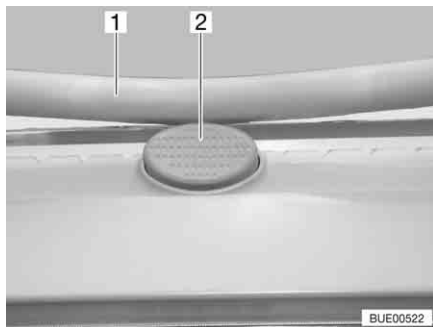

Bild 89 Låsknapp på Heki-takluckan
- Tryck på låsknappen (Bild 89,2) och dra ner bygel (Bild 89,1) med båda händerna.
- Tryck bygel uppåt med båda händerna tills bygel ligger ovanför låsknappen (Bild 89,2).
- Tryck på låsknappen (Bild 89,2) och dra ner bygeln (Bild 89,1) med båda händerna.